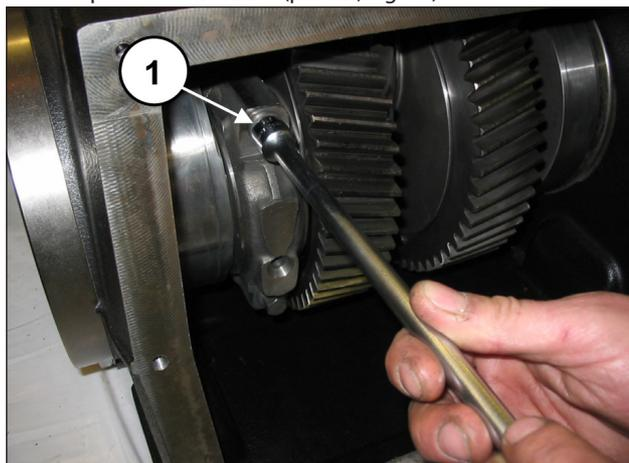

Fig. 18
Solte os parafusos da haste (pos. ①, Fig. 18).